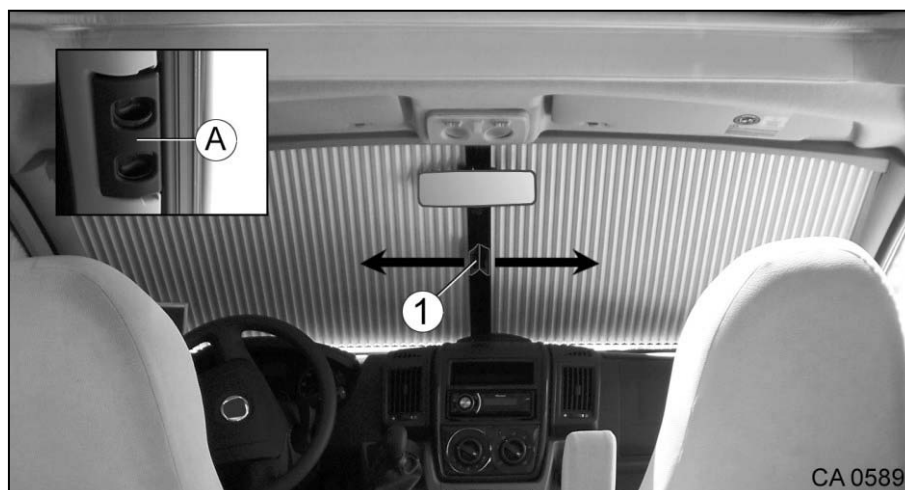

Fig. 80 Store occultant plissé de pare-brise
1. Guider le store occultant avec la poignée (Fig. 80/1) en direction de la flèche (←/→) jusqu'à ce que la poignée encliquette.
1. Avec les deux doigts, saisir dans les creux de la poignée (Fig. 80/A) et appuyer sur les verrouillages.
2. Guider le store occultant avec la poignée (Fig. 80/1) en direction de la flèche (←/→) et le fermer.